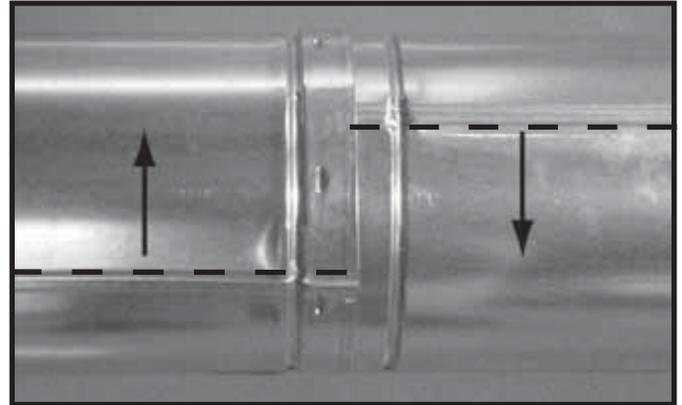
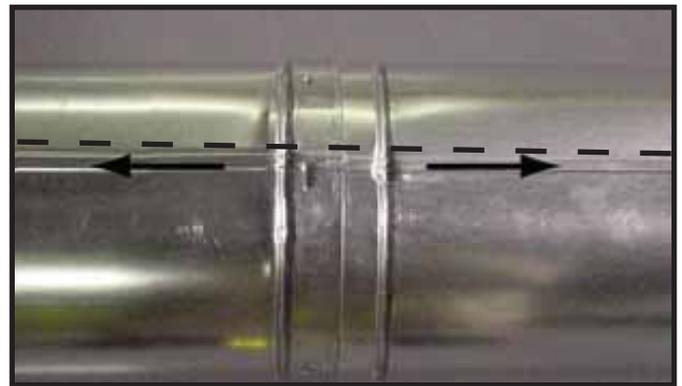

Abbildung 10.10 Nähte zum Demontieren drehen
Abbildung 10.11 Abzugselemente ausrichten und demontieren
- Drehen Sie entweder das Segment (siehe Abbildung 10.10) so, dass Nähte an beiden Rohrsegmenten wie in Abbildung 10.11 ausgerichtet sind.